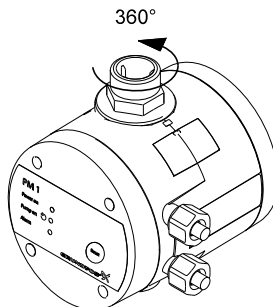

Fig. 1 Conexiune de ieșire rotativă
Conexiunea de ieșire a unității poate fi rotită la 360 °. Vezi fig. 1.
2. Realizați conexiunea electrică ca în fig. 1 sau 2, pagina 151, în funcție de tipul motorului.